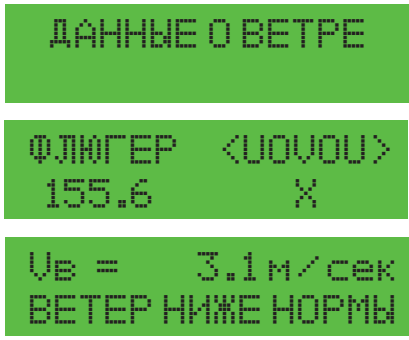

Рис. 2. Экраны PR200
- » ориентацию гондолы по ветру и скорость ветра (рис. 2);